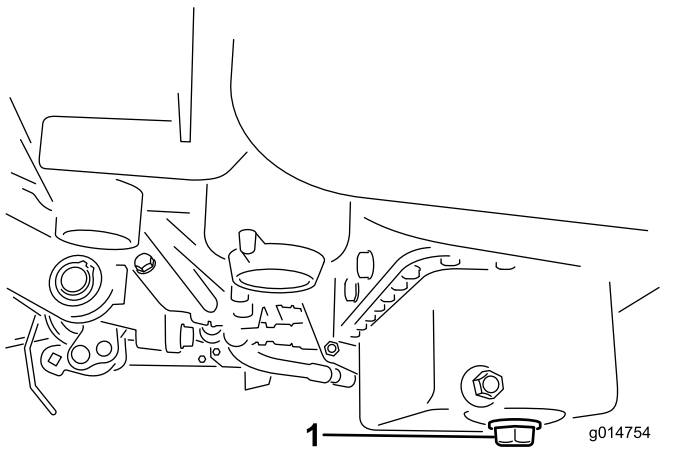

Bild 29
1. Entfernen Sie die Ablassschraube und lassen das Öl in eine Auffangwanne ab. Schrauben Sie die Ablassschraube wieder ein, nachdem das Öl abgelassen ist (Bild 29).